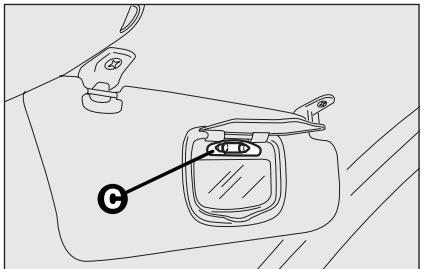

fig. 47
- sustituya la lámpara **C**-fig. 47 separándola de los contactos laterales, y asegúrese de que la lámpara nueva quede correctamente bloqueada entre los mismos contactos.